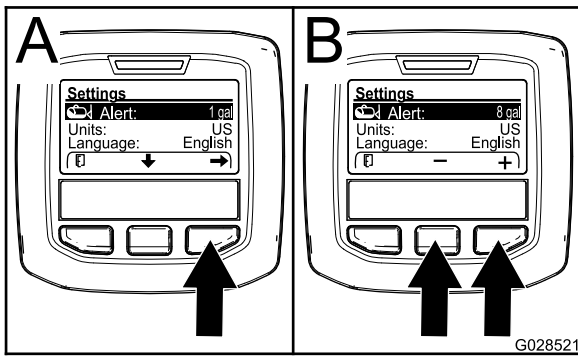

Bild 23
2. Drücken Sie die mittlere Auswahlstaste, um die Warnungseinstellung zu markieren (**Bild 23**).
3. Drücken Sie die rechte Auswahltaste (Bild 23).
4. Geben Sie mit der mittleren oder rechten Auswahltaste eine Mindestmenge im Behälter an, bei der die Warnung beim Sprühen angezeigt wird (Bild 23).